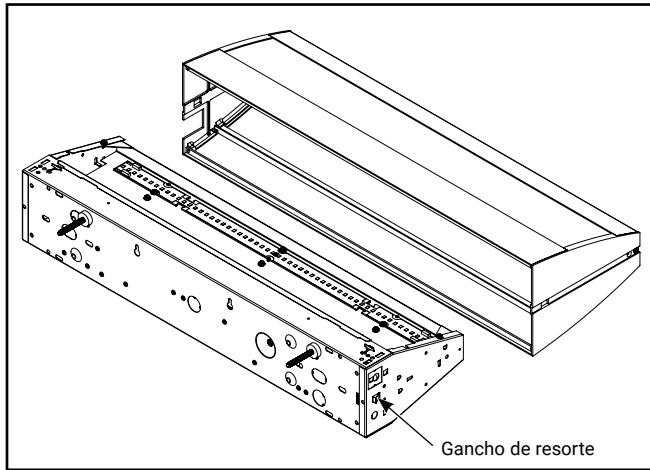

Figura 1. Extracción del conjunto de la lente
1. Presione los ganchos de resorte para desbloquear el conjunto de la lente (Figura 1).